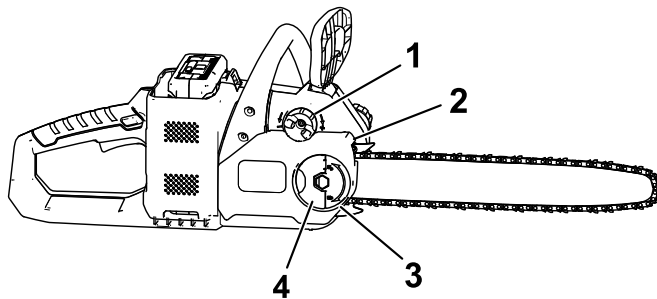

Figura 30
5. Apriete la tuerca de mariposa hasta que esté ajustada y cierre la pestaña (Figura 30).
2. Abra la pestaña de la tuerca de mariposa, y retire la tuerca de mariposa que sujeta la cubierta (Figura 30).
3. Afloje la cadena girando el tornillo de apriete de la cadena en sentido antihorario (Figura 30).